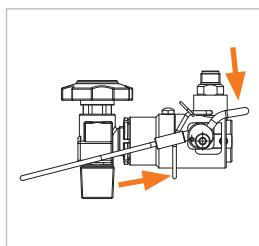

Figure 14
- Rabattez l'arceau de commande (n° 6) vers le bas et tirez simultanément sur le dispositif de verrouillage (n° 8) (*Figure 14*). Le câble d'acier flexible se replie vers le haut et les mâchoires de serrage s'ouvrent.